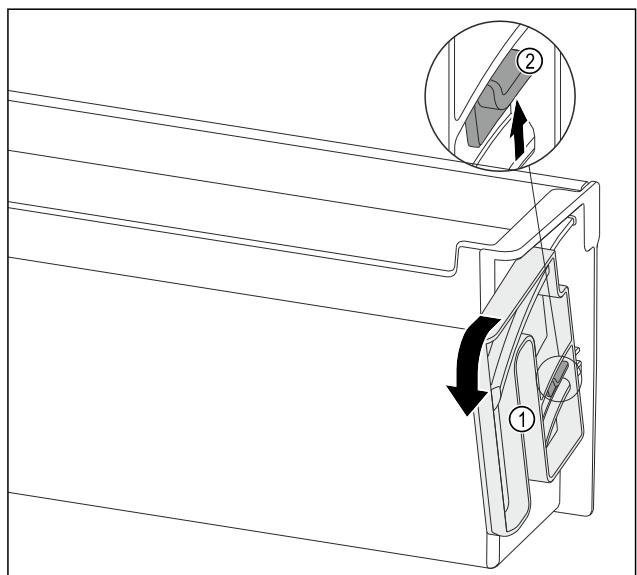

Fig. 145
- ▶ Dreheinheit Fig. 145 (1) in die angegebene Richtung bis zum Anschlag drehen.
- ▶ Lasche Fig. 145 (2) nach oben drücken und Dreheinheit Fig. 145 (1) entnehmen.